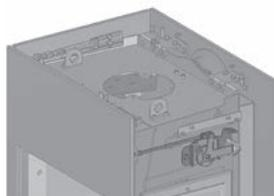

Abb. 5b - Ansicht von unten
2. Jetzt haben Sie von oben Zugang zum Stangenmechanismus auf der rechten Seite des Kaminofens, der die Drosselklappe steuert. Über die mit Hilfe einer Kontermutter angebrachte Schubstange kann die Klappenposition angepasst werden (Abb. 5b und 5c).